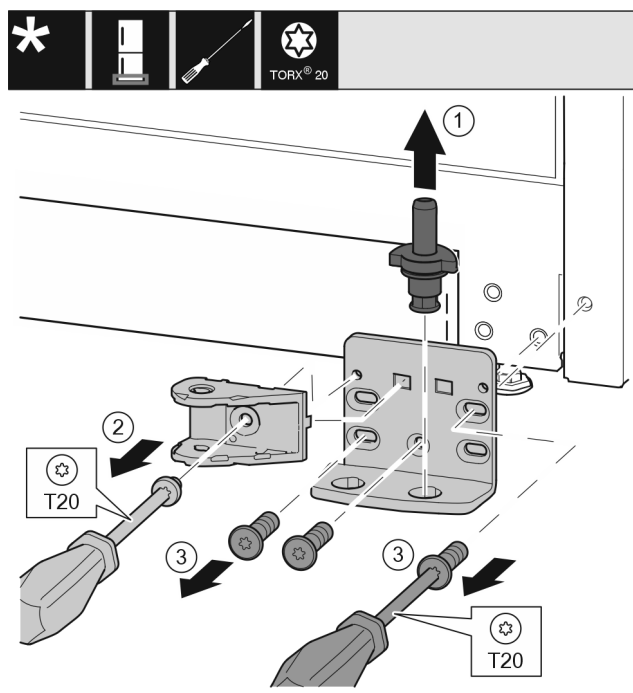

Fig. 36 *
- ▶ 将轴承螺栓 Fig. 36 (1) 完全向上拉出。*
- ▶ 将螺钉 Fig. 36 (2) 用螺丝刀旋开并取下关门阻尼器连接装置。*
- ▶ 将螺钉 Fig. 36 (3) 用螺丝刀旋开并取下托架。*